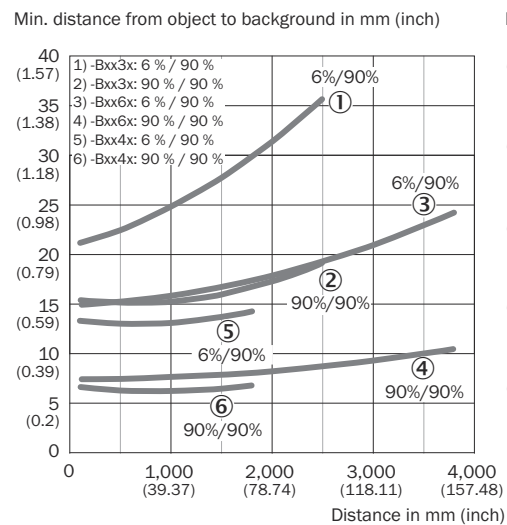

Abbildung 5: Kennlinie 1
Einsatzbedingungen prüfen: Schaltabstand und Distanz zum Objekt bzw. Hintergrund sowie Remissionsvermögen des Objektes mit dem zugehörigen Diagramm [Abbildung 5] abgleichen (x = Schaltabstand, y = Mindestabstand zwischen Objekt und Hintergrund in mm (Remission Objekt / Remission Hintergrund) (Remission: 6 % = schwarz, 90 % = weiß (bezogen auf Standardweiß nach DIN 5033))).
Die minimale Distanz (= y) für die Hintergrundausbildung kann aus dem Diagramm [vgl. Abbildung 5 ①] wie folgt abgelesen werden: